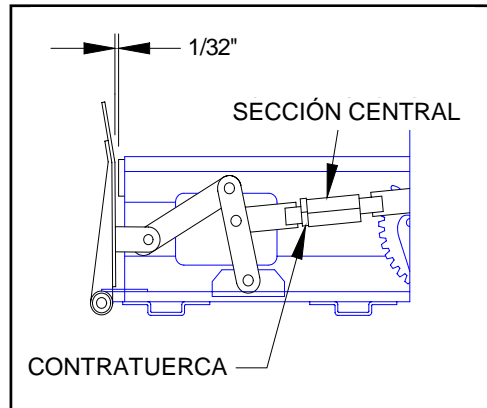

FIGURA 4-6: AJUSTE DE LA BARRERA FRONTAL CERRADA
- 6) Consulte la **Figura 4-6**. Afloje las contratuercas y ajuste la longitud de la articulación girando la sección central. Ajuste la articulación de forma que la barrera frontal cierre en 1/32" (0,79 mm) del amortiguador de goma (que tenga contacto). Al girar la sección central en sentido antihorario (mirando desde la barrera frontal) se acorta la articulación, y en el otro sentido se alarga.